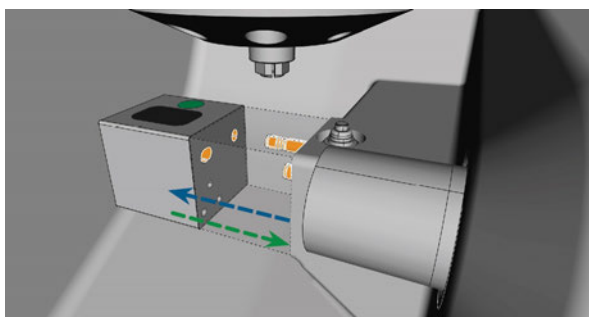

FIG. 45 – CAMBIAR EL ALMACÉN DE HERRAMIENTAS (SOPORTE Y ABERTURAS EN EL ALMACÉN DE HERRAMIENTAS MARCADOS EN NARANJA)
3. Si un almacén de herramientas incorrecto es colocado, retire este, tirando lo del soporte de almacenes de herramientas (↗ *Fig. 45* – En la página precedente, flecha azul).
6. Coloque el almacén de herramientas en el soporte de almacenes de herramientas (☞ Fig. 45 – En la página 46, flecha verde):